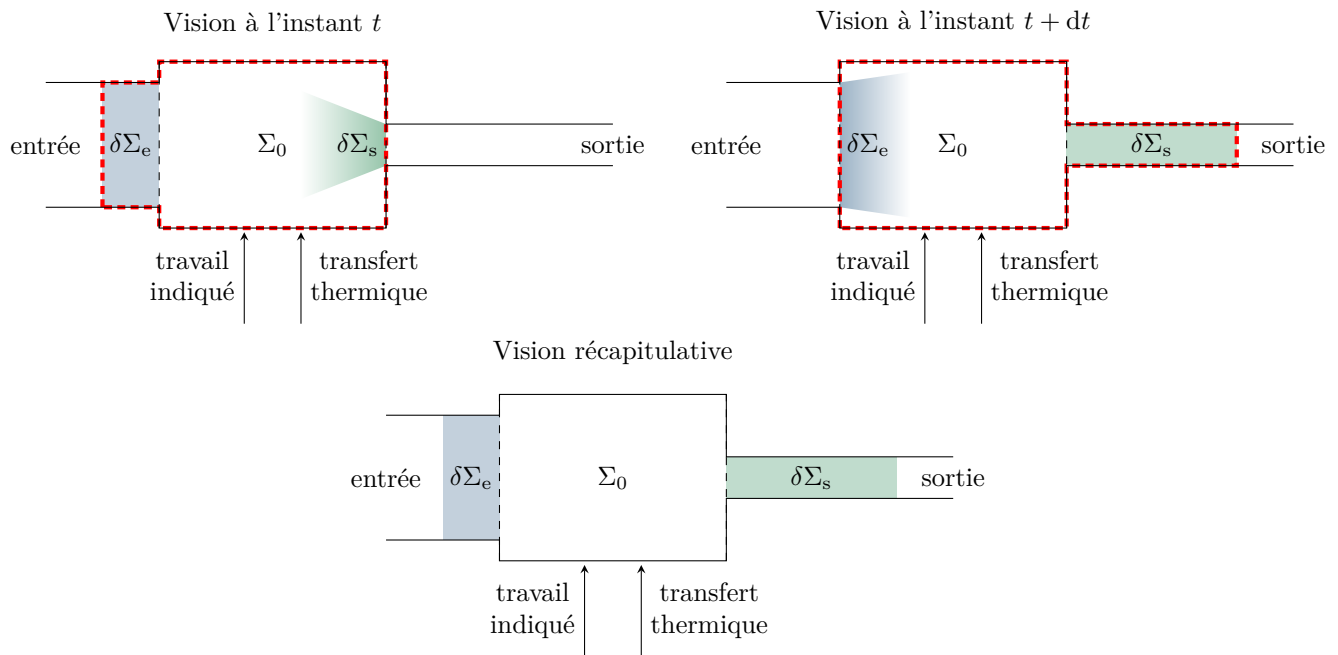

Figure 2 – Construction du système fermé.
**Remarques** : Contrairement à ce que laisse penser la figure 2,  $\Sigma_0$  est un système macroscopique, mais  $\delta\Sigma_e$  et  $\delta\Sigma_s$  sont des systèmes infinitésimaux, mésoscopiques, d'où la notation en  $\delta$ .